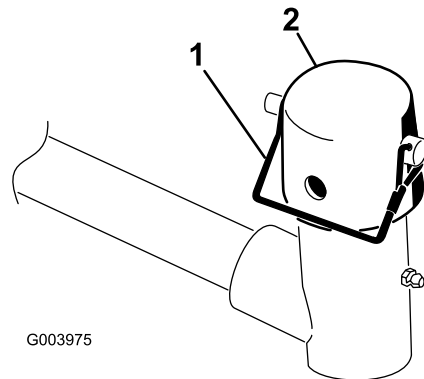

Figura 7
6. Retire el pasador de seguridad y el tapón de la horquilla de pivote del brazo de elevación (Figura 7).
10. Sujete el tapón y el eje del bastidor de tiro a la horquilla del brazo de elevación con el pasador de alambre (Figura 7).